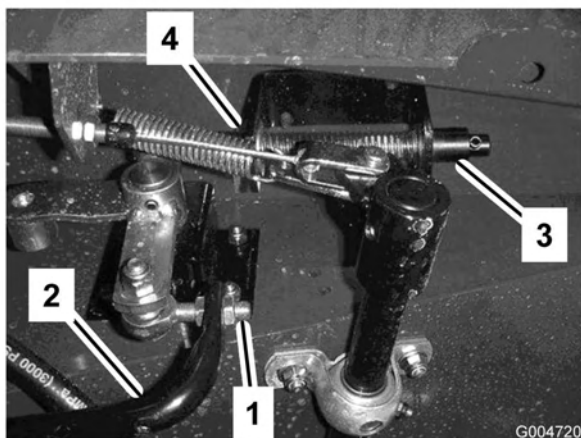

Figura 68
3. Allentate i controdadi sull'estremità dell'asta e regolate la lunghezza dell'asta di trazione (Figura 68) in modo che il pedale tocchi l'arresto del pedale quando la leva della pompa raggiunge la fine corsa. Fissate i controdadi.
3. Riempite il serbatoio (Figura 68) con 30 litri circa di fluido idraulico; vedere Verifica del fluido idraulico.